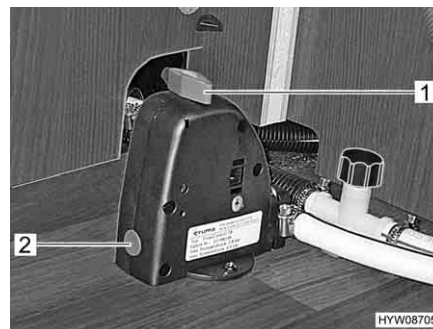

Fig. 137 Valvola di sicurezza/di scarico e rubinetto di scarico (Truma Combi)
- Se il boiler è dotato di una valvola di sicurezza/di scarico, chiudere la valvola di sicurezza/di scarico. A tal fine ruotare la manopola (Fig. 137,1) verticalmente rispetto alla valvola di sicurezza/di scarico e premere il bottone automatico (Fig. 137,2).